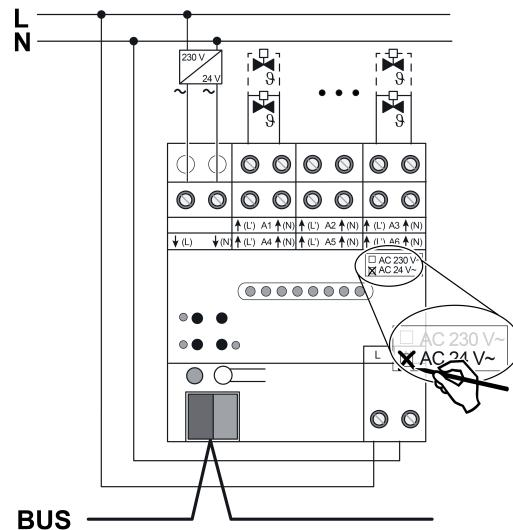

Рисунок 4: Подключение сервоприводов 24 В
- Сервоприводы 24 В пер. тока подключать согласно схеме подключений (рисунок 4).
- Подключить питание сервоприводов к клеммам **↓(L)** и **↓(N)** (1).
- Подключить сетевое напряжение к клеммам (5).